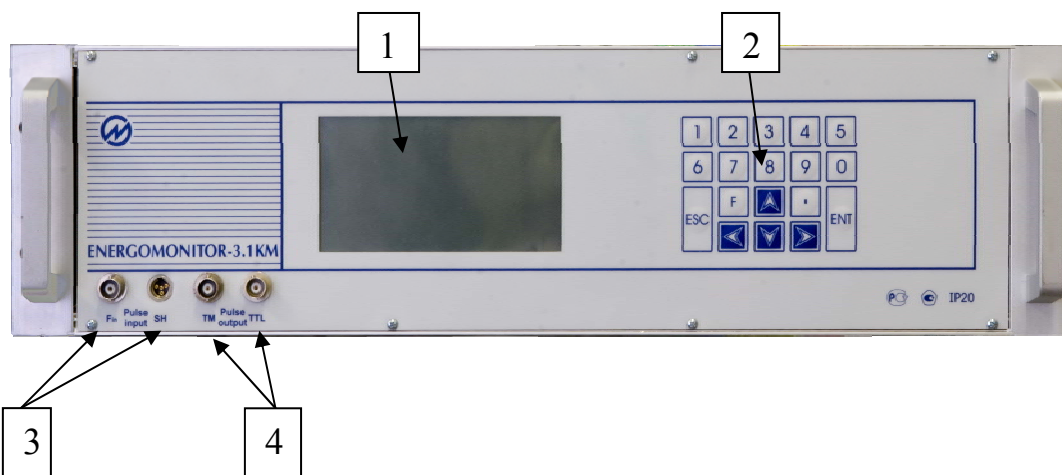
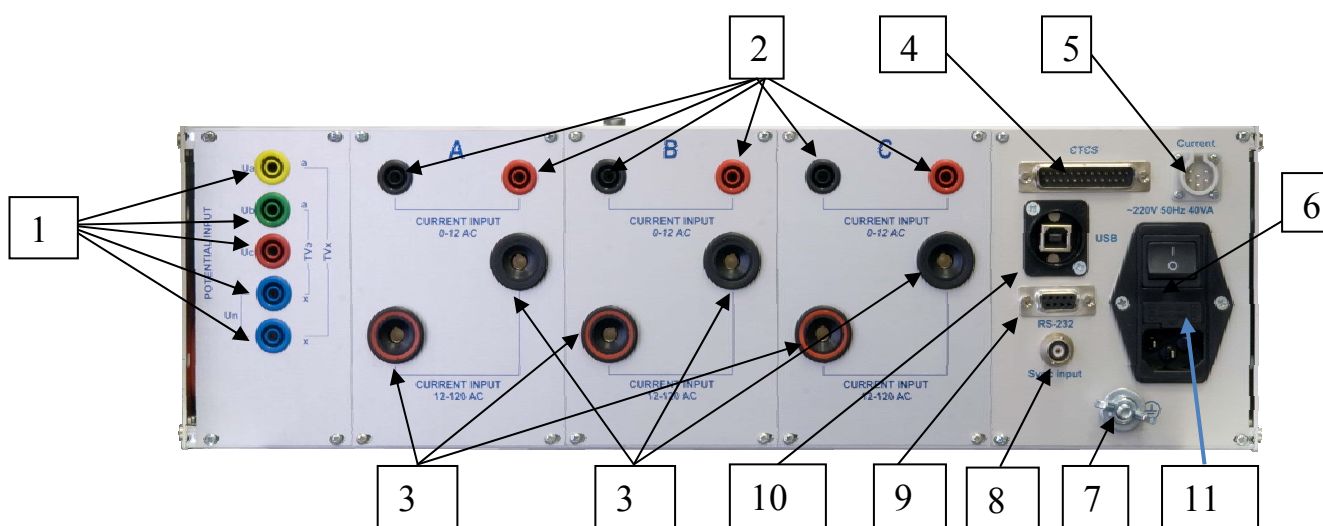

Рисунок 3.1. Лицевая панель Прибора Энергомонитор-3.1KM С
Рисунок 3.2. Задняя панель Прибора Энергомонитор-3.1KM С (модификации Энергомонитор-3.1KM С-Х-XX1-Х-0-Х и Энергомонитор-3.1KM С-Х-XX1-Х-1-Х)
3.3.2.2 У Приборов модификаций "Энергомонитор-3.1КМ С" и "Энергомонитор-3.1КМ Н" (рисунок 3.1) все точки подключения к измерительным входам расположены на задней панели (рисунок 3.2). Приборы имеют отдельные входы для подключения сигналов тока более 12 А.